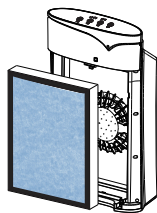

图2
- 2、取下复合滤网：捏住复合滤网朝自己的方向拉，即可取下复合滤网。(图2)